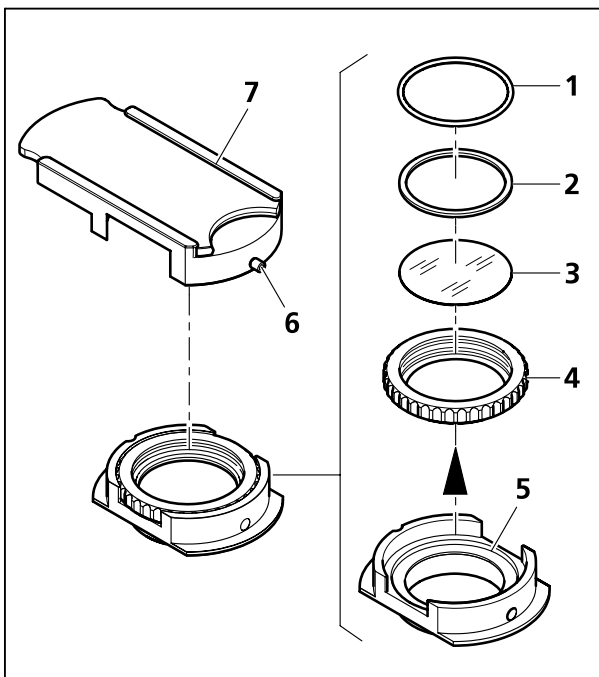

Рисунок 12 Удаление жёлтого фильтра из задвижки
- Ослабить зажимный винт (Рисунок 12/6) и вынуть фильтродержатель (Рисунок 12/5) снизу из задвижки (Рисунок 12/7).
- Вынуть кольцо с накаткой (Рисунок 12/4) с цветным фильтром из фильтродержателя.
- Удалить оба О-кольца (Рисунок 12/1 и 2) из кольца с накаткой, осторожно выдавить жёлтый фильтр (Рисунок 12/3) и хранить его для будущего использования.